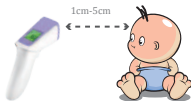

Figura 2: Medir la posición y la distancia
- figura 2.
Posición incorrecta del test.	Véase la figura 2. Medición de la posición y la distancia.